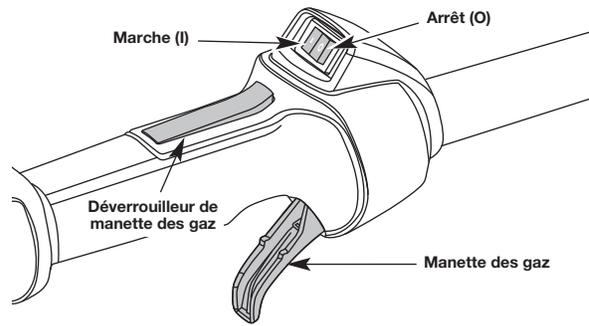

Fig. 19
**REMARQUE :** Il n'est pas nécessaire de faire démarrer la machine. La commande Arrêt/Marche est en position **Marche (I)** en permanence (Fig. 19).
2. Appuyez sur la commande Marche/Arrêt et maintenez-la en position **ARRÊT (O)** jusqu'à ce que le moteur s'arrête complètement (Fig. 19).